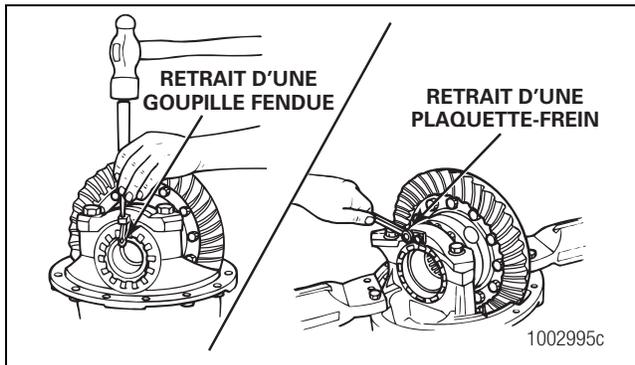

Figure 3.13
- Retirer les boulons, goupilles fendues, goupilles cylindriques ou plaquettes-freins (selon l'équipement) qui verrouillent les écrous de roulement en place. Utiliser un petit chasoir et un marteau pour retirer les goupilles. Chaque plaquette-frein est maintenue par deux boulons. Figure 3.13.